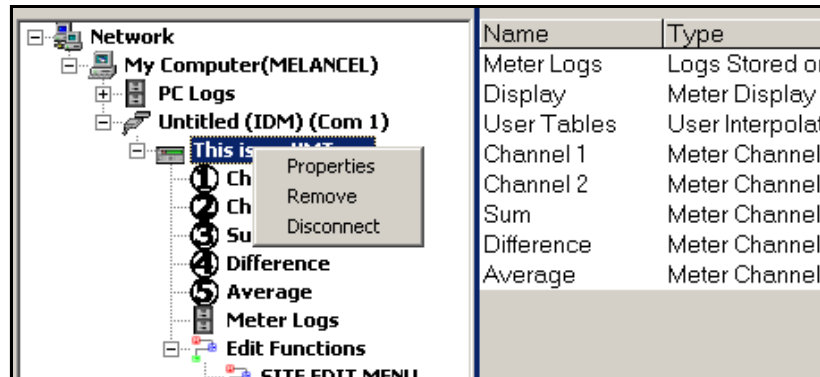

Рис. 5: Опция *Properties* в *New Meter Browser*
2. Нажмите правой кнопкой мыши на выделенном устройстве XGF868i и выберите параметр *Properties*, как показано на *Рис. 5* внизу.